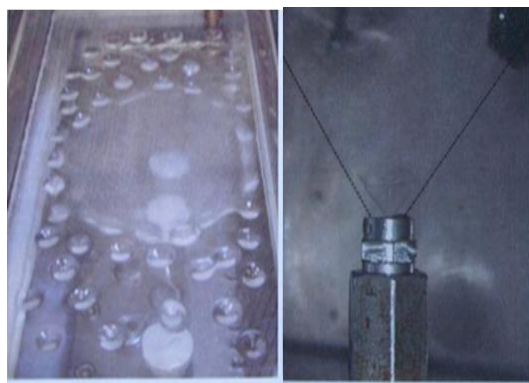
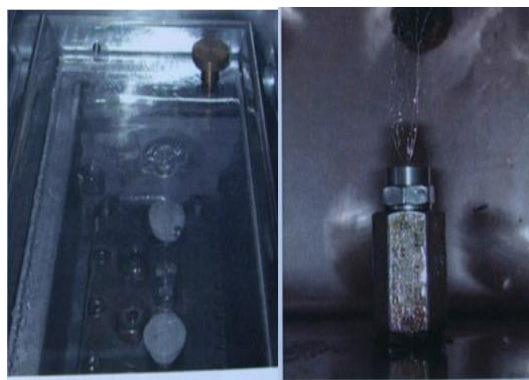

图5 正常甘油喷洒情况
图6 不正常甘油喷洒情况
3. 甘油喷嘴磨损。增塑剂的雾化颗粒较大，使多点丝束融化造成滤棒胶孔，应检查喷嘴的磨损情况及时更换喷嘴。图5为正常的甘油喷洒情况，喷洒均匀，雾化效果好，图6为不正常的甘油喷洒情况，喷洒不均匀，雾化效果差，此时极易出现胶孔。